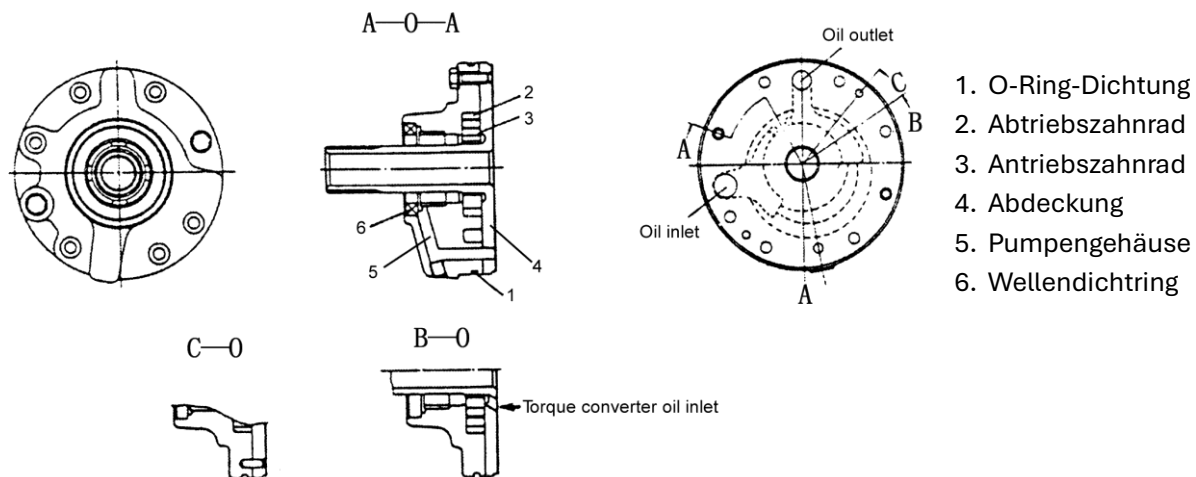

Abb. 5-6: Ladeölpumpe
5.6 Ladeölpumpe (Siehe Abb. 5-6)